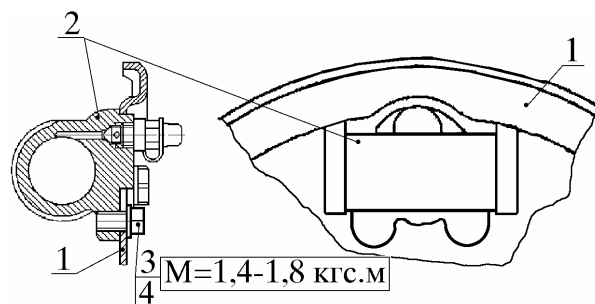

Рис. 24. Установка колесного цилиндра на щиток:
6.16.1.2. Прикрепить колесный цилиндр 2 (рис. 24) к щитку 1 левому, ввинтив и затянув два болта 3 с шайбами 4 с моментом от 14 до 18 Н.м (1,4 - 1,8 кгс.м)